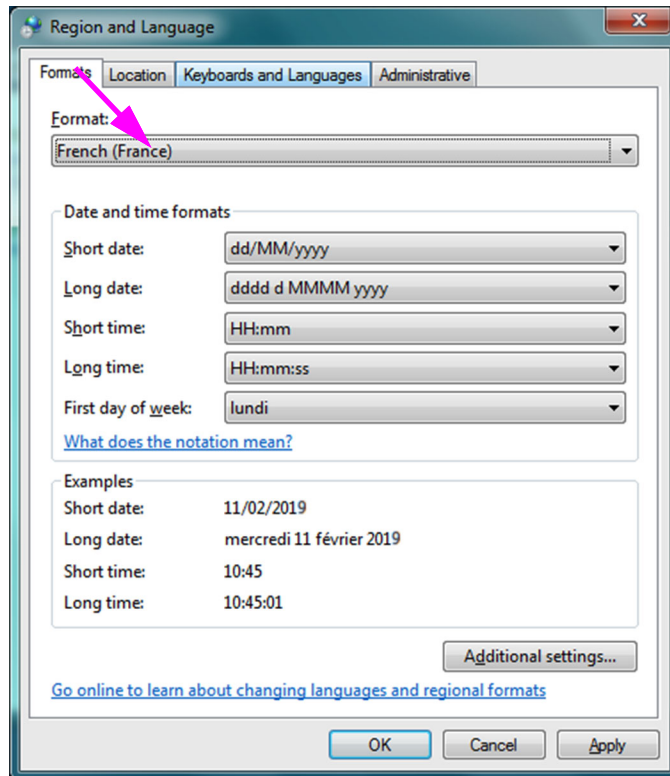

Figura C-5. Pantalla Region and Language (Configuración regional y de idioma) - nuevo idioma mostrado
- Después de seleccionar el nuevo idioma, la lista desplegable se cierra y el idioma que se acaba de seleccionar aparece en el cuadro desplegable Format (Formato). En el ejemplo mostrado, el idioma **French (Francés)** está seleccionado. La pantalla Region and Language (Configuración regional y de idioma) muestra ahora la entrada French (France) (Francés [Francia]) en el cuadro desplegable Format (Formato) (consulte la Figura C-5).